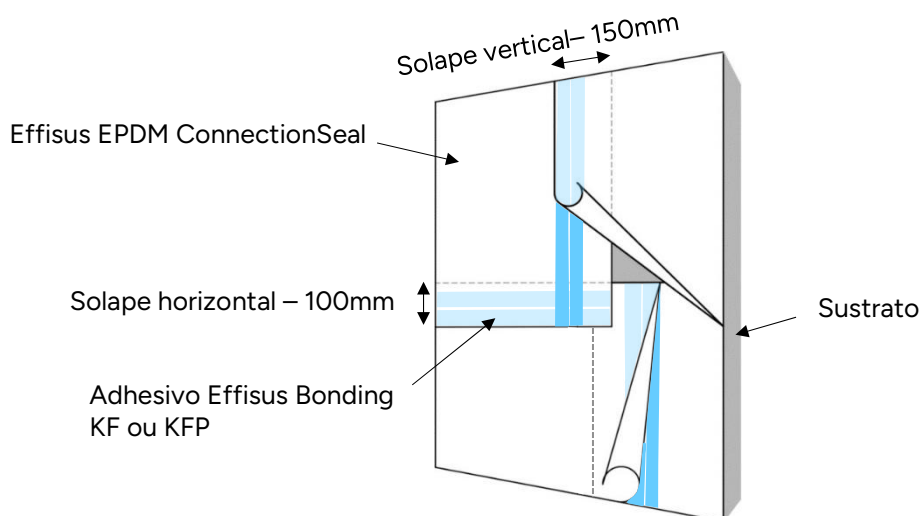

Figura 2 – Membrana Effisus EPDM ConnectionSeal – Juntas de Solape
- Las juntas verticales deben tener un solape mínimo de 150mm y deben estar desfasadas (o alternadas) siempre que sea posible (ver Figura 2).